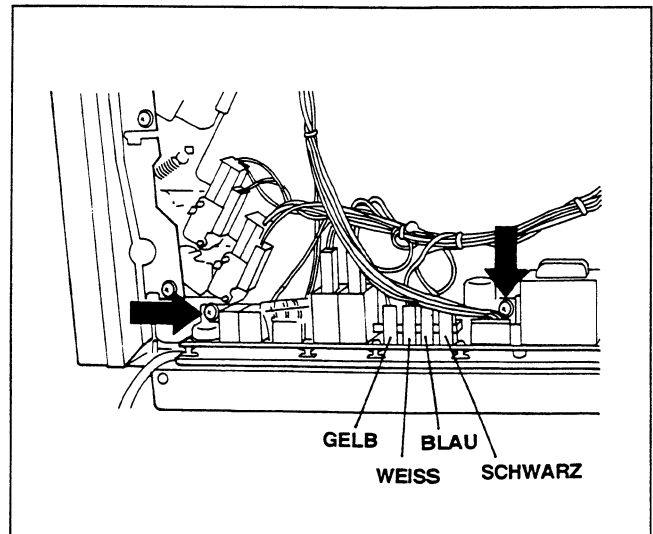
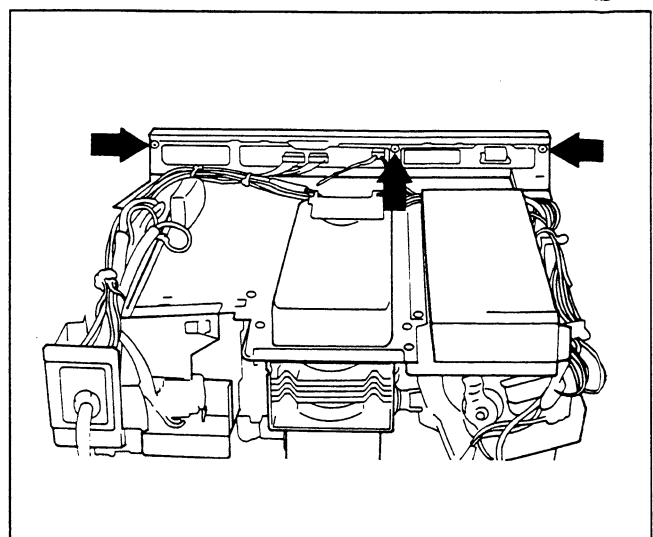

Abb. 11
Abb. 12
- (A) Ziehen Sie alle Kabelanschlüsse von der Stromversorgungs-Leiterplatte ab.
- (B) Nehmen Sie die Stromversorgungs-Leiterplatte zusammen mit dem Befestigungs-Träger heraus, indem Sie die beiden Schrauben des Trägers lösen (**Abb. 11**).
- (C) Die Stromversorgungs-Leiterplatte kann vom Befestigungs-Träger gelöst werden, indem die 2 Schrauben des Niederspannungs-Transformators und die Plastik-Klammern gelöst werden.
- (A) Schrauben Sie die Erdungs-Schraube des Membran-Schalters und der digitalen Programm-Schaltung ab.
- (B) Lösen Sie die 3 Schrauben, mit denen das Bedienfeld befestigt ist, nehmen Sie es vom Chassis ab und ziehen Sie die Steckverbinder heraus. (**Abb. 12**)